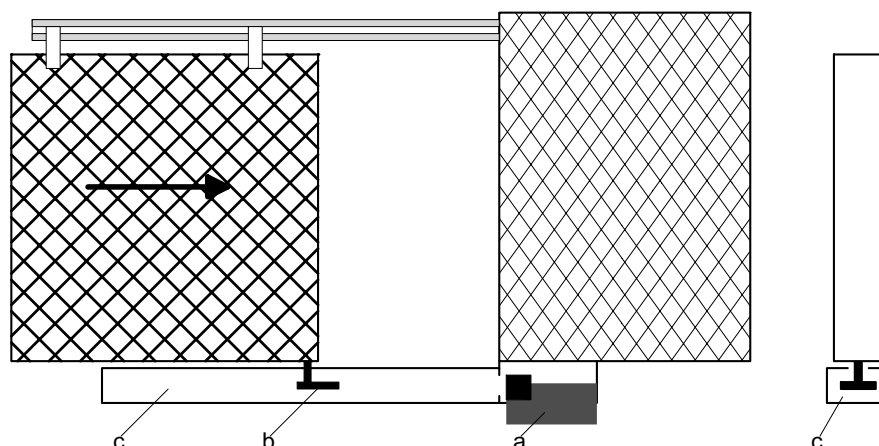

Fig. 8 Exemple de montage: "Installation masquée"
- Protection contre l'introduction d'"actionneurs de remplacement" ainsi que protection élevée contre l'endommagement par une *installation masquée* (voir fig. 8).